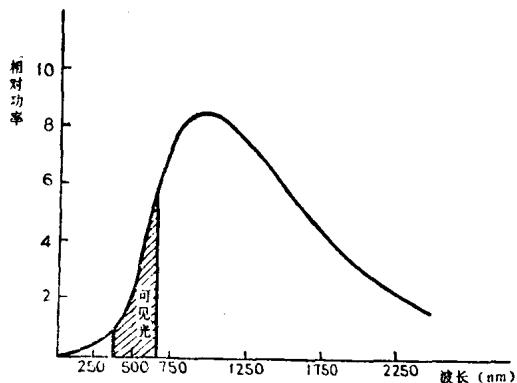

图 1-1-3 白炽灯的光谱功率分布
(1) 白炽灯和日光灯的发光光谱 白炽灯是一种热辐射电光源，钨制灯丝通过电流时，因达到炽热状态产生热辐射，辐射光谱如图1-1-3所示。由辐射光谱可以看出，白炽灯辐射线中只有一小
（2）发光效率 两种电灯发光光谱不同，因而发光效率也不同。由白炽灯光谱功率分布图（图1-1-3）可以看出，白炽灯的大部分功率都变成红外线，最后转化为热量散发出去，再加上其他热量损耗，发光效率很低，最多只有10%左右。